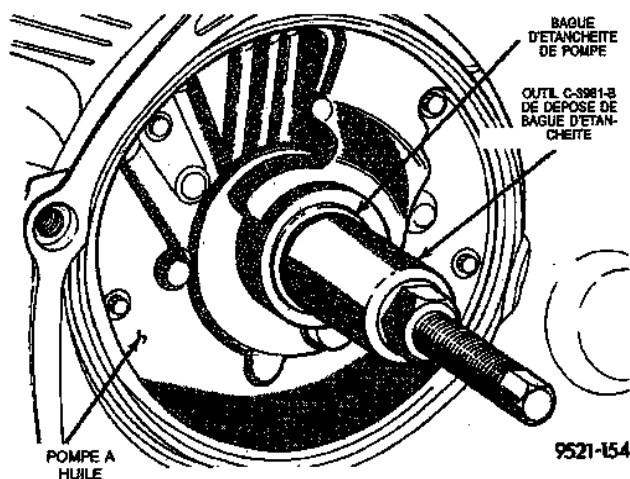

Fig. 8 Dépose de la bague d'étanchéité de pompe
(1) Visser l'outil C-3981-B de dépose de bague d'étanchéité dans la bague (Fig. 8), ensuite serrer la partie filetée de l'outil pour dégager la bague d'étanchéité.